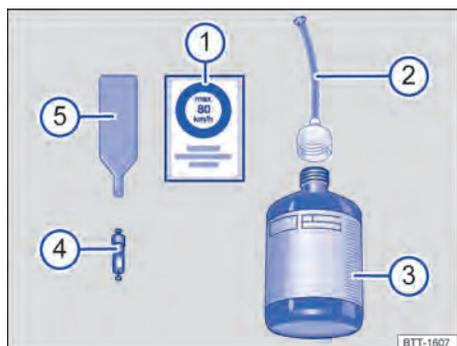

Fig. 191 Representação esquemática: componentes do kit de reparo dos pneus.
O kit de reparo dos pneus é composto pelos seguintes componentes → Fig. 191:
A **chave para remoção do elemento da válvula** → Fig. 191 5 possui uma fenda na extremidade inferior, na qual se ajusta o elemento da válvula. Somente assim é possível remover e reinstalar o elemento da válvula do pneu. Isto também é válido para o elemento da válvula de reposição 4.
- Com a chave para remoção do elemento da válvula → Fig. 191 ⑤, desenroscar o elemento da válvula da válvula do pneu e colocá-lo sobre uma superfície limpa.
- Agitar a garrafa para enchimento dos pneus → Fig. 191 ③ algumas vezes com força.
- Rosquear a mangueira de enchimento → Fig. 191 ② com firmeza no sentido horário sobre a garrafa para enchimento dos pneus. A película na tampa é perfurada automaticamente.
- Remover o bujão da mangueira de enchimento → Fig. 191 ② e introduzir totalmente a extremidade aberta na válvula do pneu.
- Rosquear novamente o elemento da válvula com a chave para remoção do elemento da válvula → Fig. 191 ⑤ na válvula do pneu.